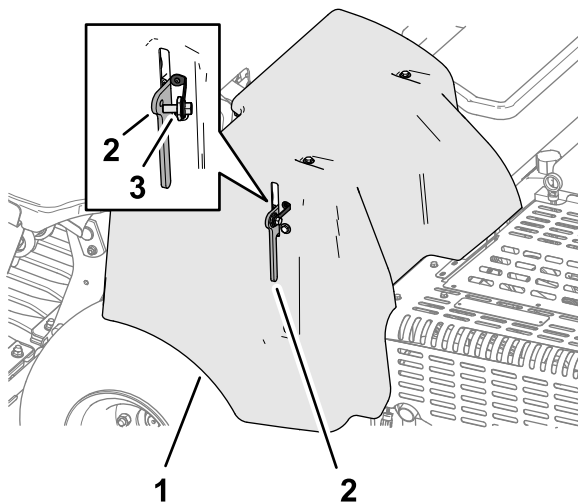

Figure 136
4. Si la machine est équipée de la sangle de sécurité sur le verrou du protège-courroies (conformité CE), insérez le boulon de la sangle dans le trou du verrou du protège-courroies et serrez le boulon (Figure 136).